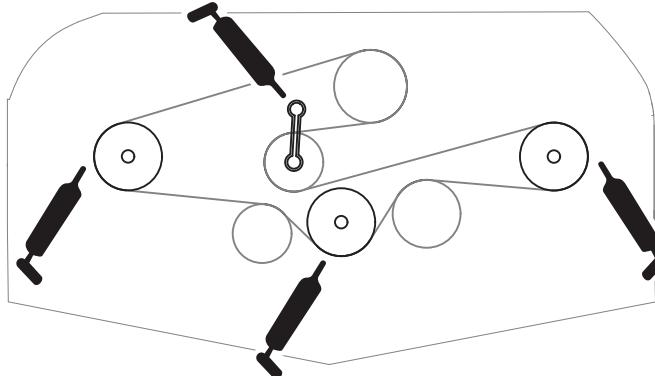

图 16
- 锥轴轴承3个——位于皮带轮下方 图 16
- 怠轮臂轴轴承 图 16